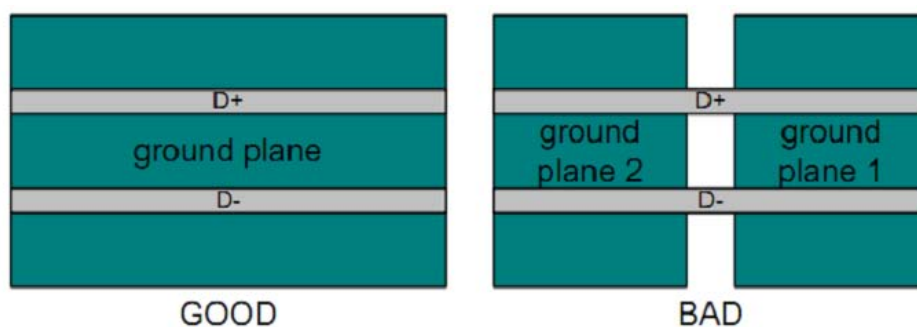

图11-4
- 为抑制电磁辐射，USB建议在內层走线，并保证走线参考面是一个连续完整的参考面，不被分割，否则会造成差分线阻抗的不连续性并增加外部噪声对差分线的影响，如图11-4；